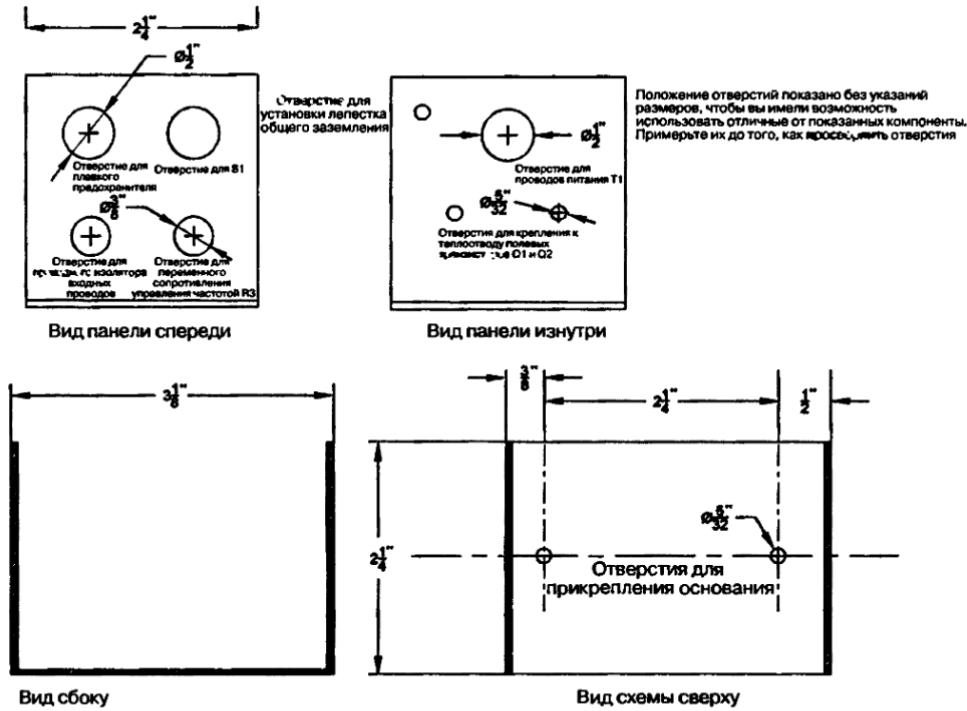
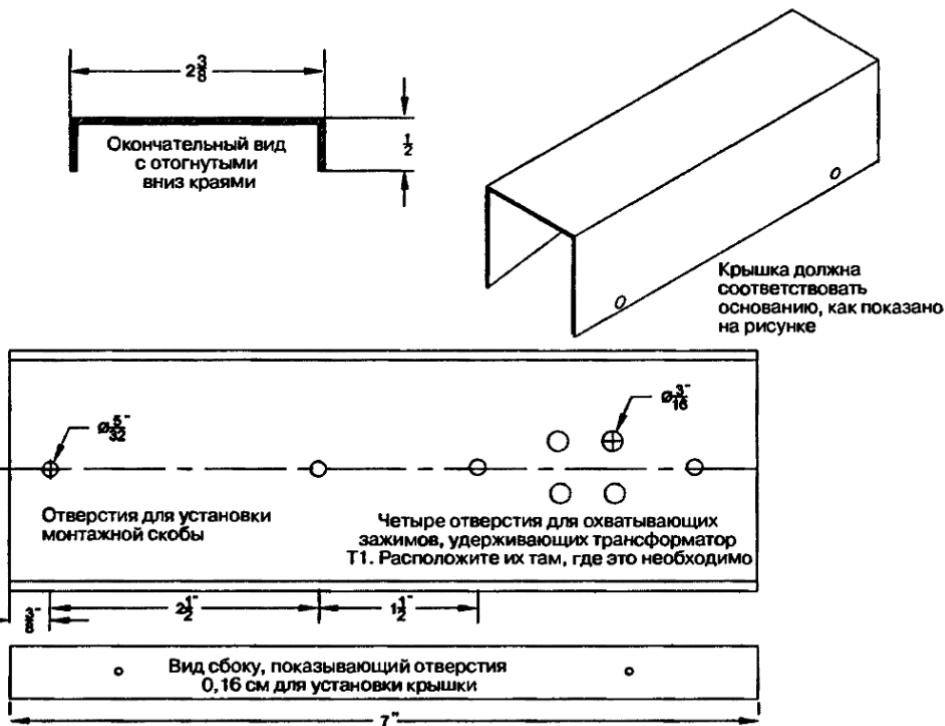

Рис. 17.4. Изготовление монтажной скобы
Рис. 17.5. Изготовление пластикового основания и крышки
- Изготовьте монтажную скобу MTGBKT (рис. 17.4), пластиковое основание и крышку, как показано на рис. 17.5.